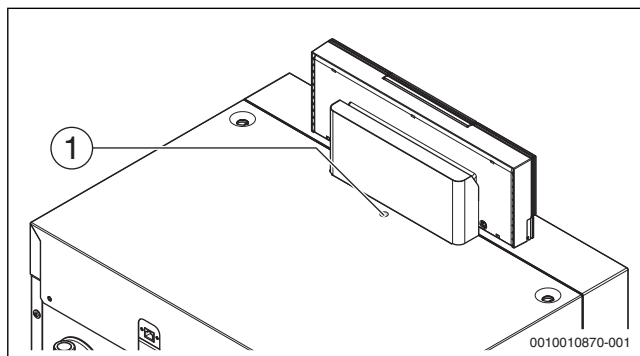

Bild 20 Befestigungsschraube der Kesselhaube
- Befestigungsschraube der Kesselhaube entfernen (→ Bild 20, [1]).
- ▶ Kesselhaube mit Befestigungsschraube sichern (→ Bild 20)